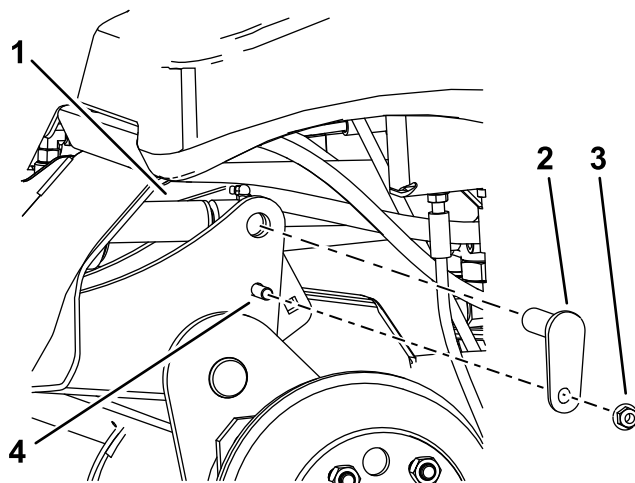

**Figura 8**
- B. Allentate il dado girevole del flessibile collegato alla porta C1 del collettore idraulico (Figura 8).
- E. Serrate il dado girevole del flessibile sull'apertura C1 (Figura 8) a 41 N·m.